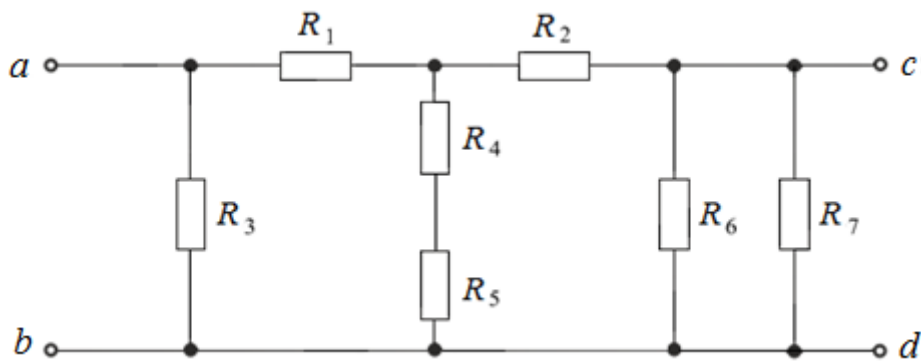

Рис. 70
3. Найти эквивалентное сопротивление на зажимах ab и cd схемы электрической цепи (рис. 70), если $R_1 = R_3 = 15 \text{ Ом}$; $R_4 = R_6 = 20 \text{ Ом}$; $R_2 = R_5 = 17,5 \text{ Ом}$; $R_7 = 12 \text{ Ом}$.